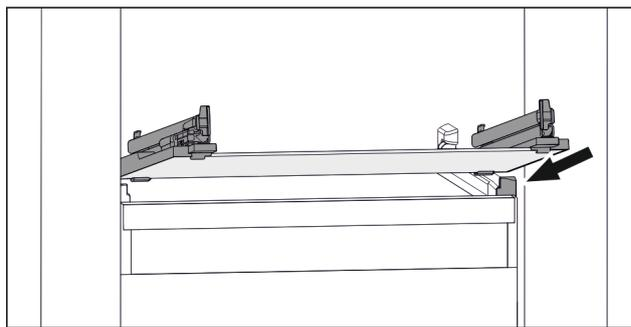

Fig. 51 Príklad zobrazenia sklenenej dosky
- ▶ Nasadte sklenenú dosku šikmo za zádržkami. (pozri Fig. 51)